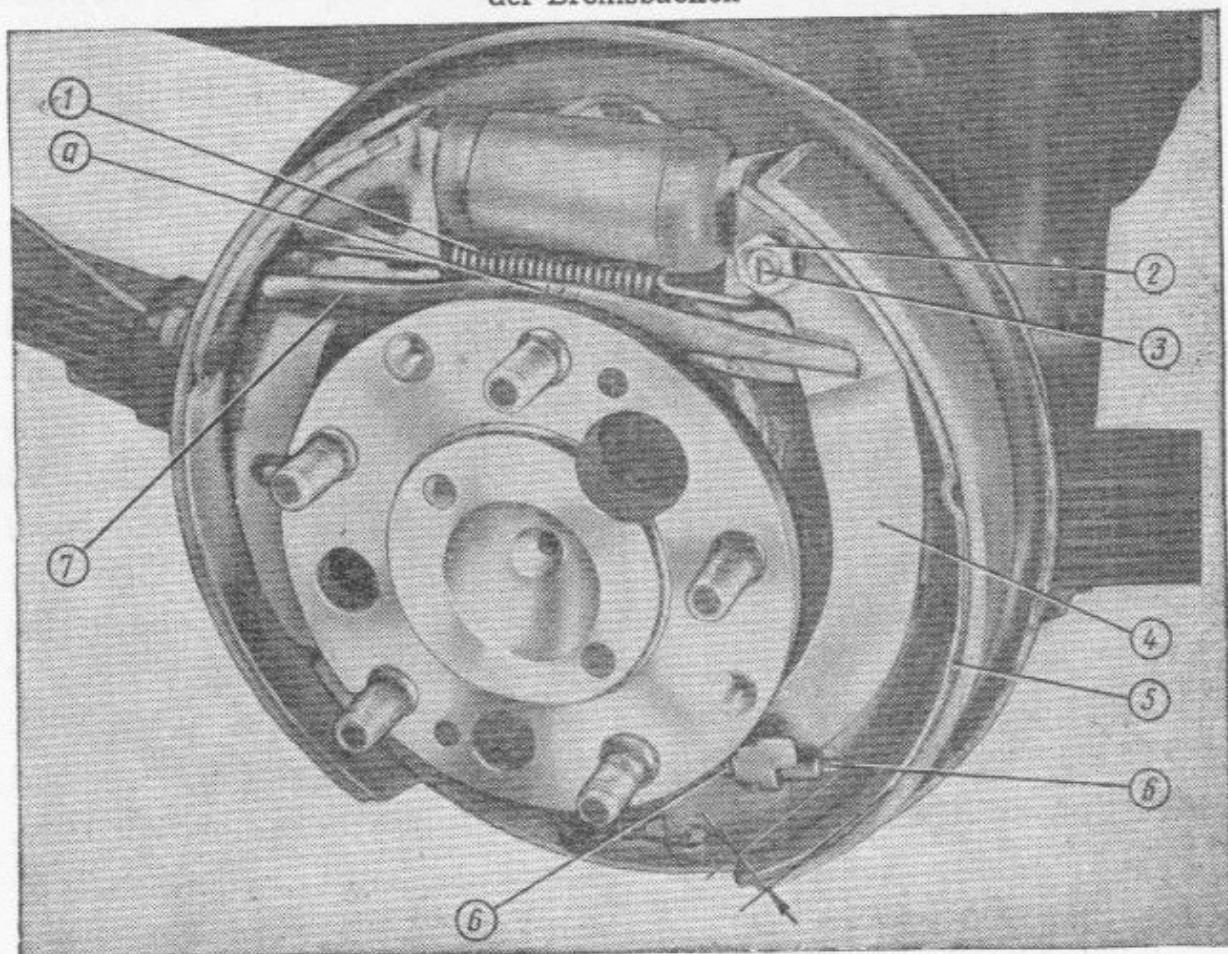

Bild 85. Trommelbremse des Hinterrades :
Es kann sich herausstellen, daß nach der obenbeschriebenen Einstellung die Wirkung der Handbremse wie früher ungenügend ist. Diese weist darauf hin, daß die Bremsbeläge der Hinterräder übermäßig abgenutzt sind. In diesem Fall ist die Stellung der Spreizhebel 4 (Bild 85) auf den Bremsbacken der Hinterräder einzustellen.
3. Mutter 2 (Bild 85) für Einstellschraube 3 des Spreizhebels 4 um 2—3 Umdrehungen lockern. Darauf Feder 6 mit Schraubenzieher abdrücken und Schraube 3 in Uhrzeigersinn an linker Bremseinrichtung (und gegen Uhrzeigersinn an rechter) drehen, so daß Hebel 4 zur Bremsbacke 5 verschoben wird, bis der Luftspalt *e* zwischen dem Kopf des Seilzugs und der Bremsbacke 5 4—6 mm beträgt.